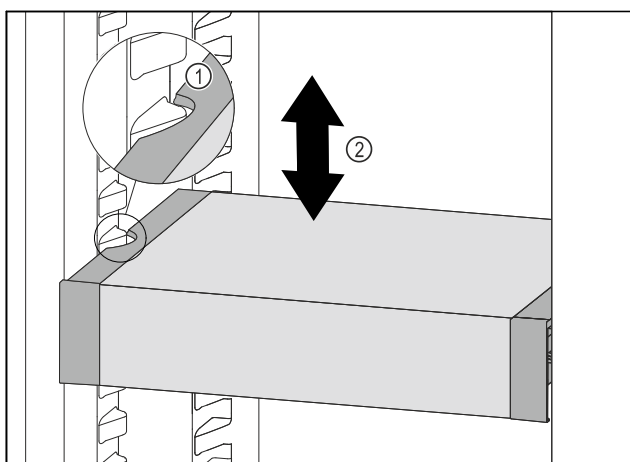

Fig. 137
- ▶ VarioSafe w chłodziarce przesunąć w górę lub w dół, aż zostanie osiągnięta żądana wysokość. Fig. 137 (2)